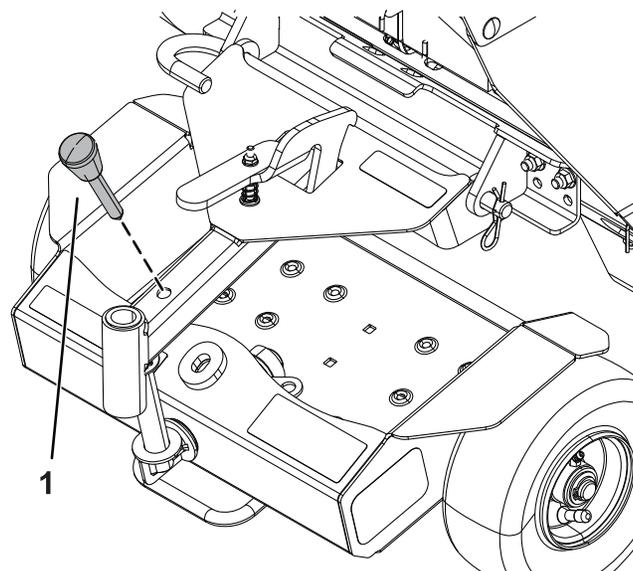

Figura 6
4. Gire la plataforma hacia delante y fíjela con el pasador de transporte (Figura 6).
5. Agarre el asidero y eleve el patín hasta que se enganche en el soporte (Figura 6)